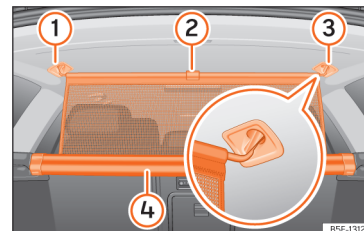

Abb. 185 Im Kofferraum: Trennwandnetz einhaken.
- Ziehen Sie die Lasche »» (Abb. 185) ② nach oben, um das Netz aus dem Einsatz ④ zu nehmen.
- Hängen Sie das Trennnetz an der rechten oder linken Seite ③ (vergrößerte Darstellung) ein.
- Hängen Sie das Trennnetz an der Aufnahme der anderen Seite ① ein, indem Sie an der Stange ziehen.